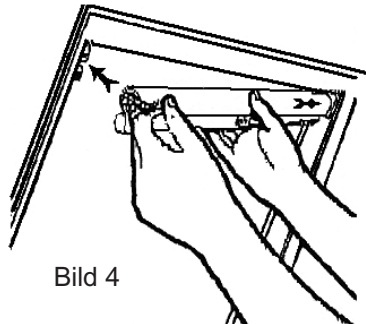

Bild 4
5. Rollo mit dem Wellenstift in den rechten Träger Bild 4 einsetzen, danach linke Seite mit dem Vierkant einclipsen und Spannschlüssel abziehen.
Rollo einhängen wie Bild 4.